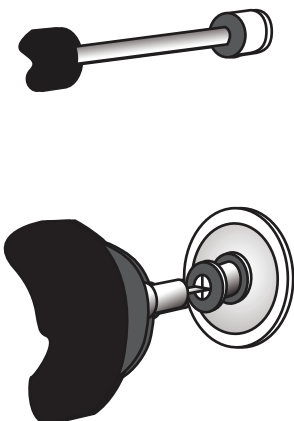

Fig. 4
Étape 4 : Installation des pieux muraux (Fig. 4)